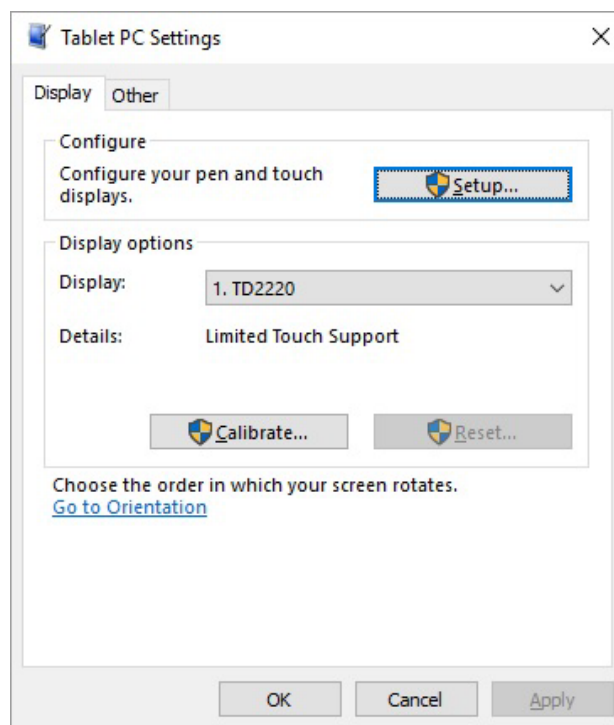

Abbildung 5-1: Wählen Sie die Anzeige
2. Bestätigen Sie auf **der** Registerkarte Anzeige im **Fenster** Tablet PC-Einstellungen den Namen des Monitors, der kalibriert werden soll, im Dropdown-Menü (siehe Abbildung 5-1).